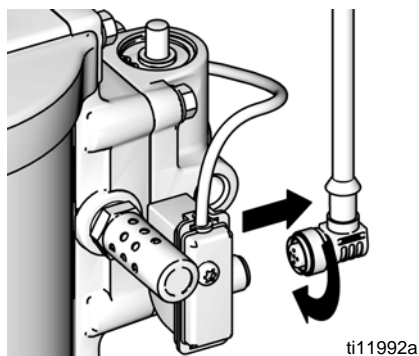

FIG. 11. Afbryd DataTrak
1. Kablet, der findes bagpå reedkontakten, skrues løs. Se FIG. 11.